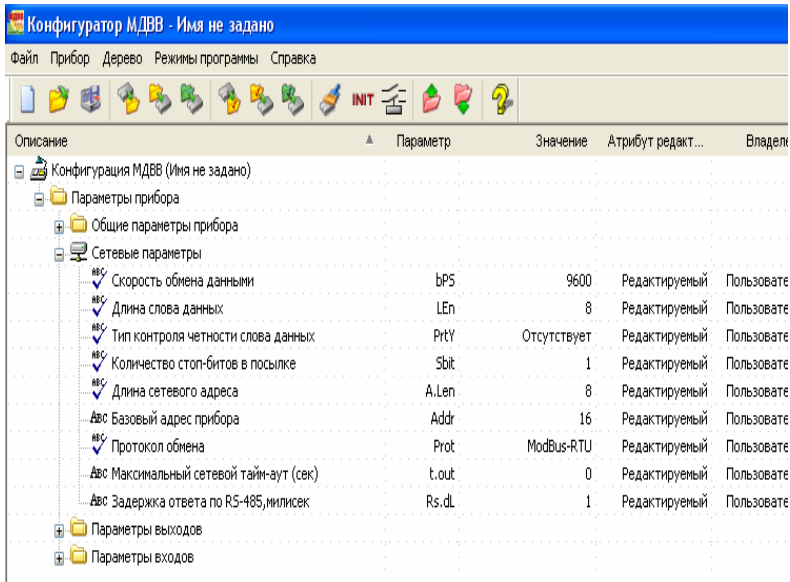

Рисунок 4.12 – Головне вікно програми конфігурування МДВВ
**ПРИМІТКА.** Якщо робота виконується на ПК, до якого стенд не підключений, то необхідно вибрати варіант *Работать offline*. Номер та параметри  $COM$ -порта ПК з підключеним стендом призначити виходячи з параметрів меню ПК *Панель управления*. На рис. 4.12 показаний зовнішній вигляд головного вікна програми з розгорнутим слотом мережних налаштувань.
Для зв'язку модуля *МДВВ* з ПК у складі РСУ необхідно вибрати потрібний інтерфейс та протокол обміну. Оскільки передбачається доступ до даних модуля з боку ПЛК за протоколом *ModBus-RTU*, всі параметри залишить без змін (див. рис. 4.12).